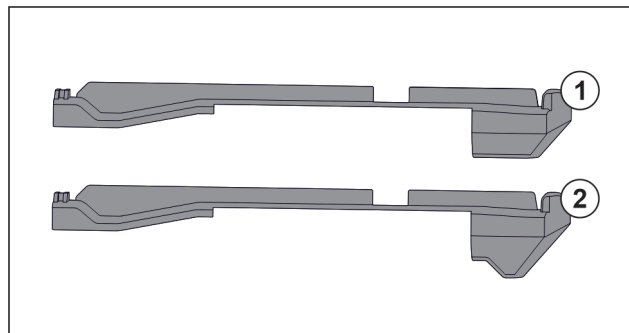

Fig. 83 Confronto degli elementi inseribili
Nell'apparecchiatura si trovano due diversi elementi inseribili. L'elemento inseribile sopra il cassetto più in basso Fig. 83 (2) presenta un bordo triangolare. Tutti gli altri elementi inseribili Fig. 83 (1) dispongono di un bordo dritto.
- Applicare l'elemento inseribile Fig. 83 (2) con il bordo triangolare sopra il cassetto più in basso.
- Applicare l'elemento inseribile Fig. 83 (1) con il bordo dritto su tutti gli altri punti.